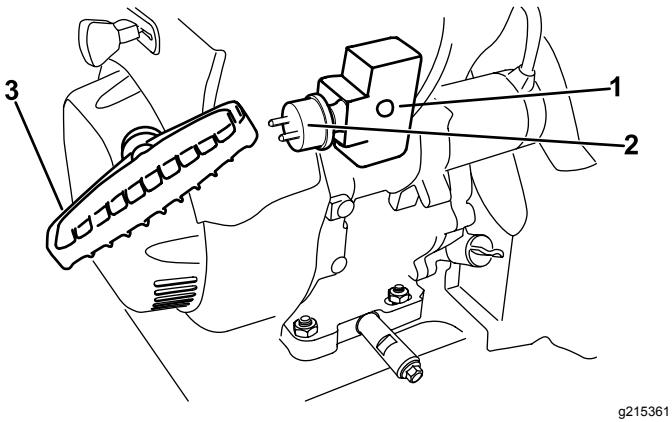

Figura 24
7. Avviate la macchina tirando la maniglia dell'avviatore autoavvolgente o premendo il pulsante dell'avviamento elettrico (Figura 24).